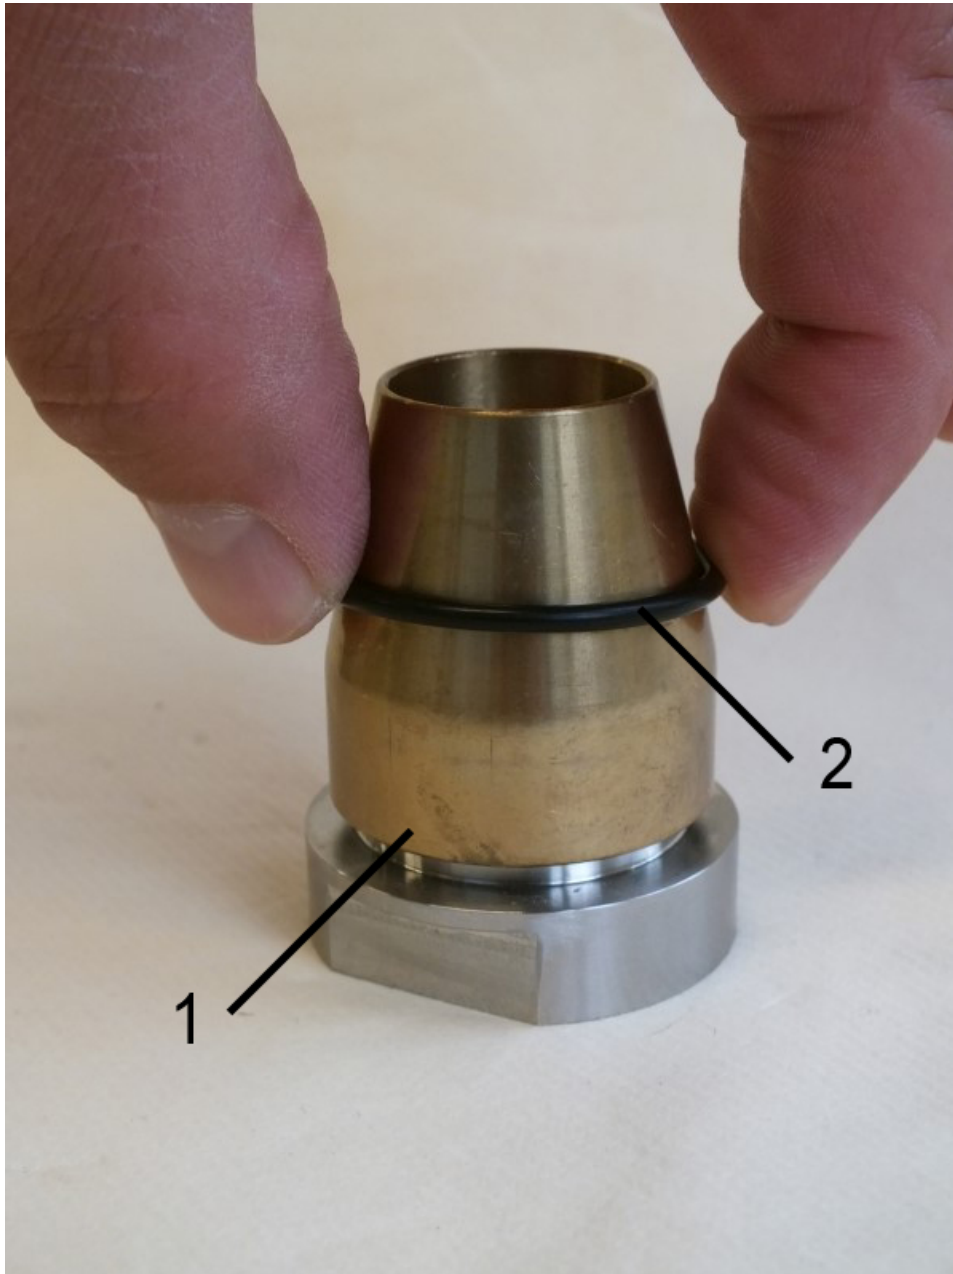
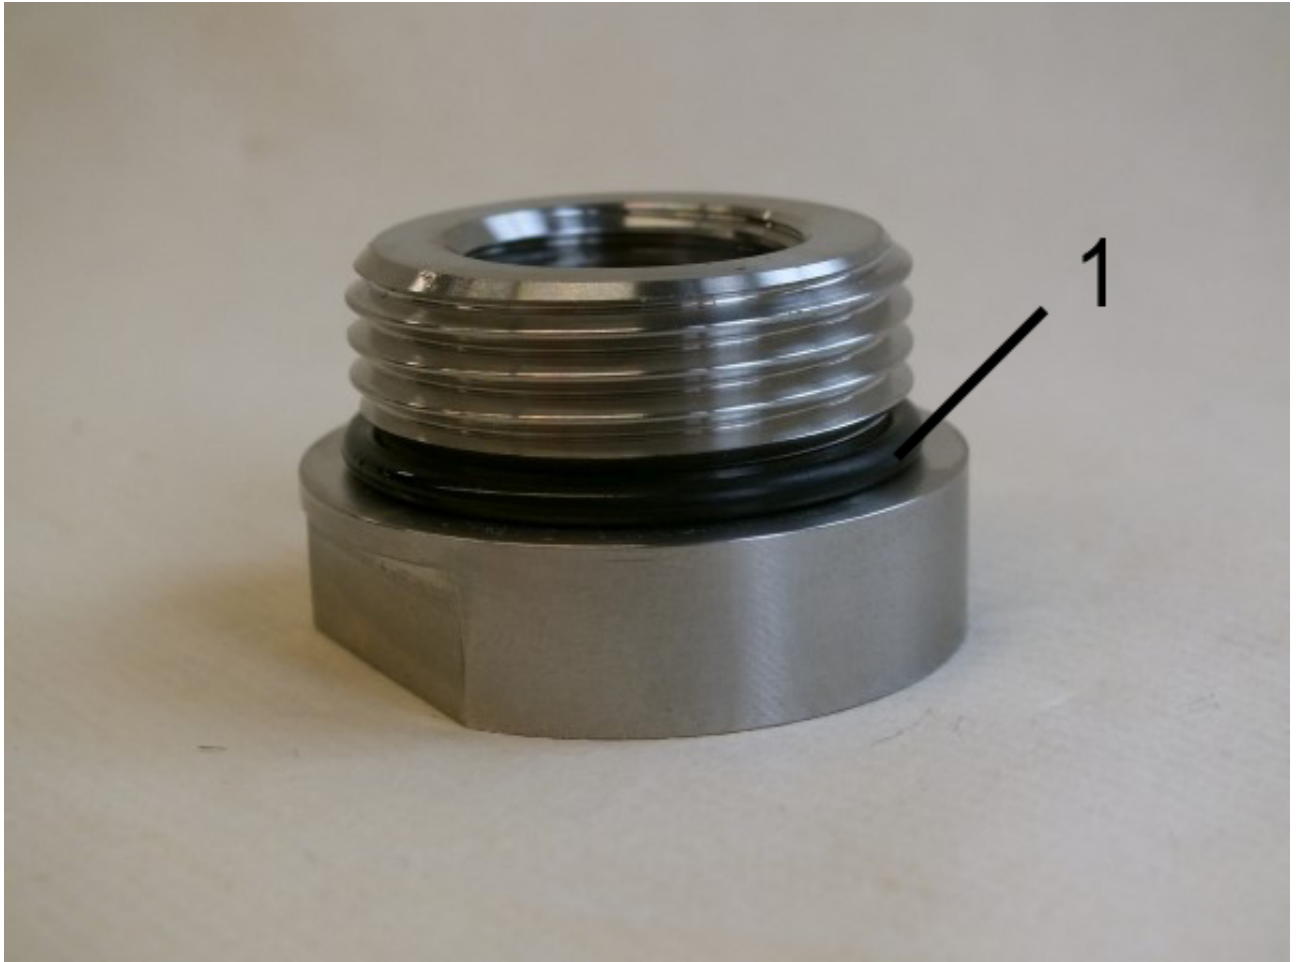

Abb. 52: O-Ring (Dichtung)
Abb. 53: Position des O-Rings
1. O-Ringe (Abb. 52/2) mit Hilfe des O-Ring Montagewerkzeuges (Abb. 52/1) auf beide Verschraubungen (Eingang/Ausgang) aufziehen, so dass diese im O-Ringsitz der Verschraubungen sitzen (Abb. 53/1). Dabei darauf achten, dass die O-Ringe nicht überdehnt werden
- 2.** → Position des O-Rings auf der Verschraubung (Abb. 53/1)